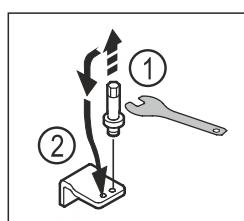

Fig. 22
- Відкрутіть болт нижнього опорного кронштейна за допомогою шестигранного ключа SW5. Fig. 22 (1)
- Вставте болт із протилежного боку. Fig. 22 (2)